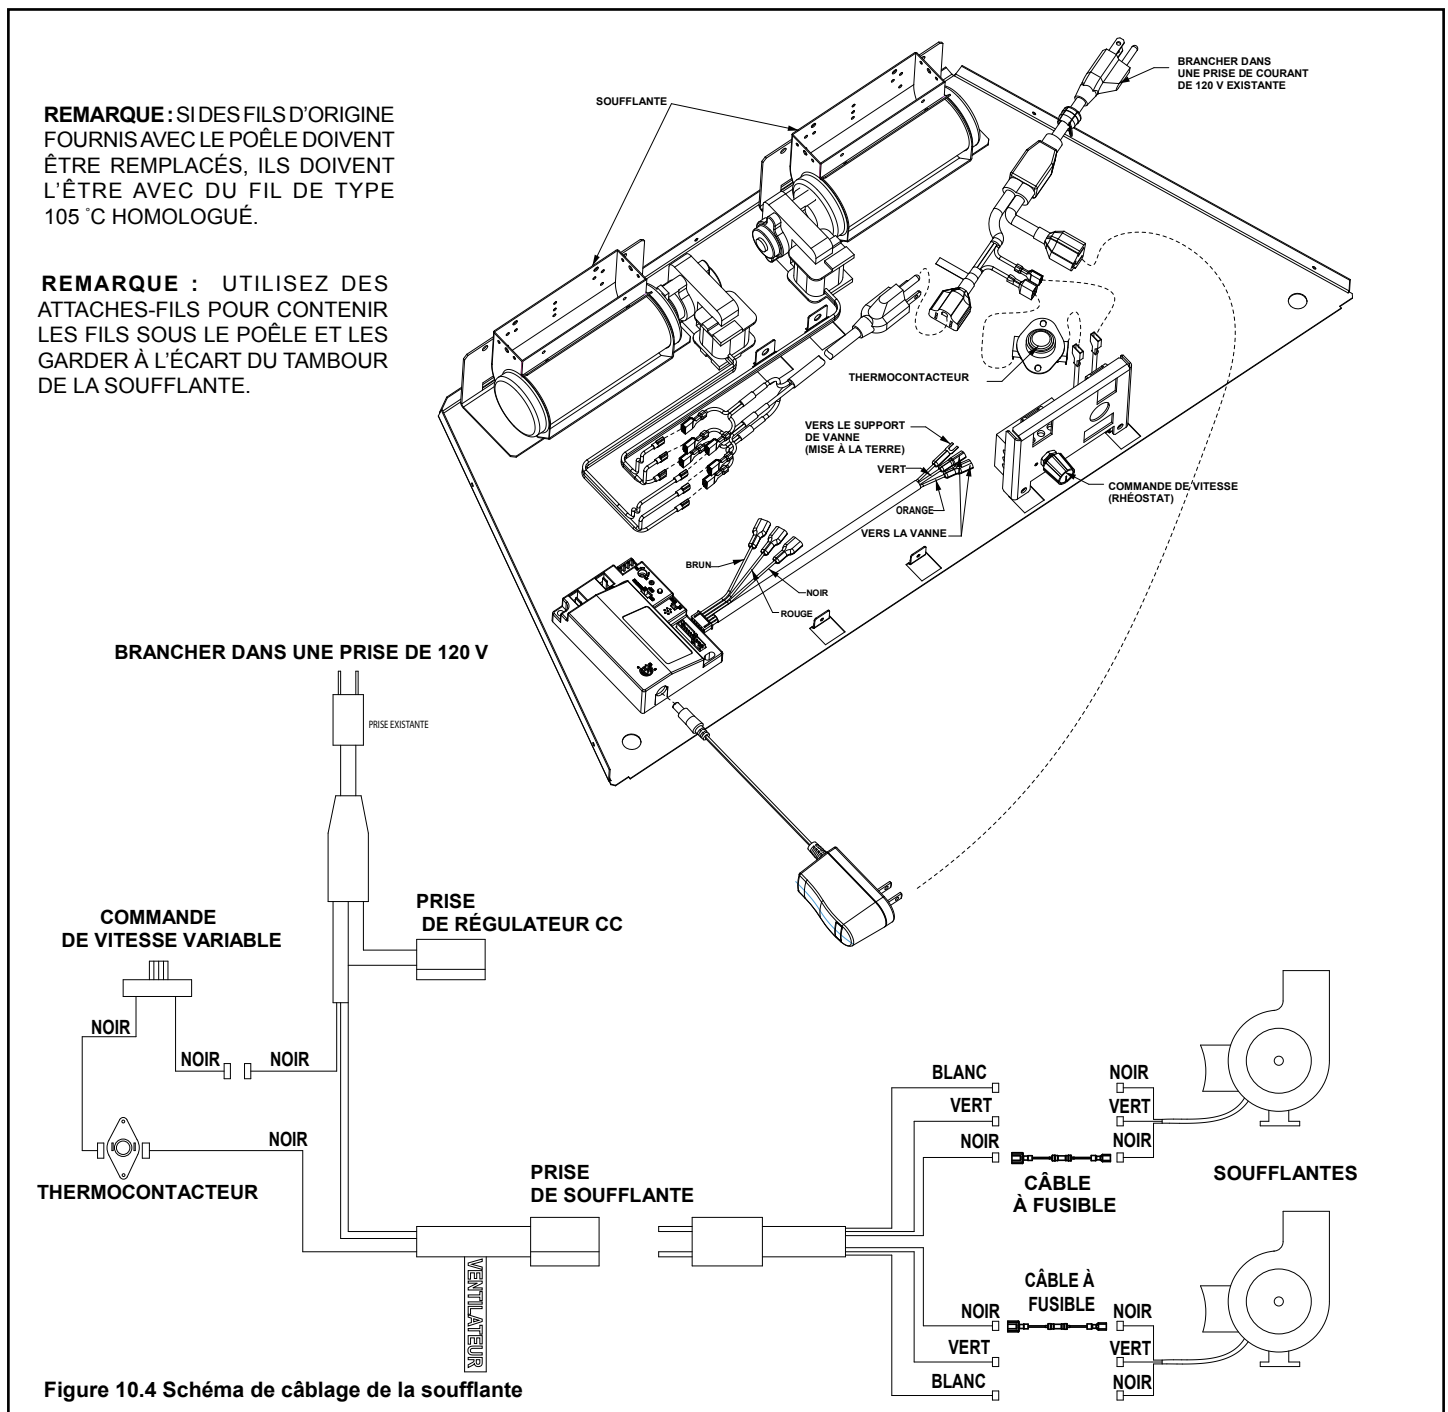

Figure 10.4 Schéma de câblage de la soufflante
- Pour connecter des accessoires en option, il faut utiliser l'assemblage de cordon d'alimentation fourni. Voir la Figure 10.4 ci-jointe pour le schéma de câblage de la soufflante et de la télécommande.